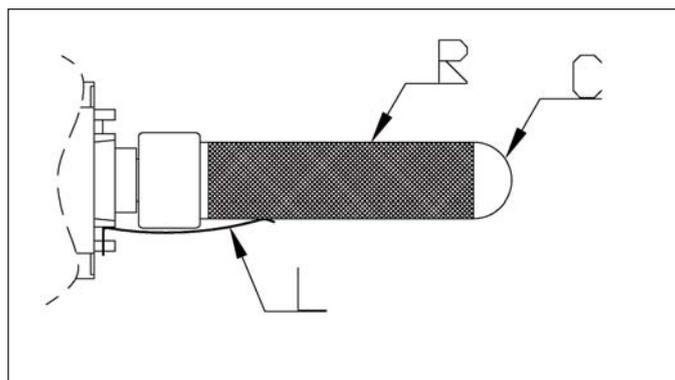

fig. 19
- Svitare delicatamente il condensatore al quarzo (C fig. 19).
- Sfilare la rete (R fig. 19) esterna al tubo: se l'operazione risulta difficoltosa, ruotare leggermente la rete attorno al condensatore al quarzo
- Controllare che la linguetta (L fig. 19) sia a contatto con la rete metallica e la preme contro il vetro al quarzo del condensatore (C fig. 19).